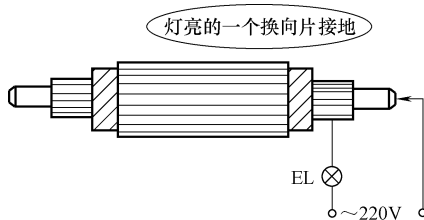

图 4-15 用校验灯检查电枢绕组
4) 用校验灯检查 如图 4-15 所示，将  $\sim 220\text{V}$  电源的一端接在转轴上，另一端串接  $220\text{V}$  小功率白炽灯后依次碰触各换向片。若碰到某一换向片时，灯泡亮或有火花，则表明该换向片或与它相连的绕组接地，然后将绕组接头从该换向片上焊开，分别检查，以确定接地点是在换向片上还是在与换向片相接的绕组上。